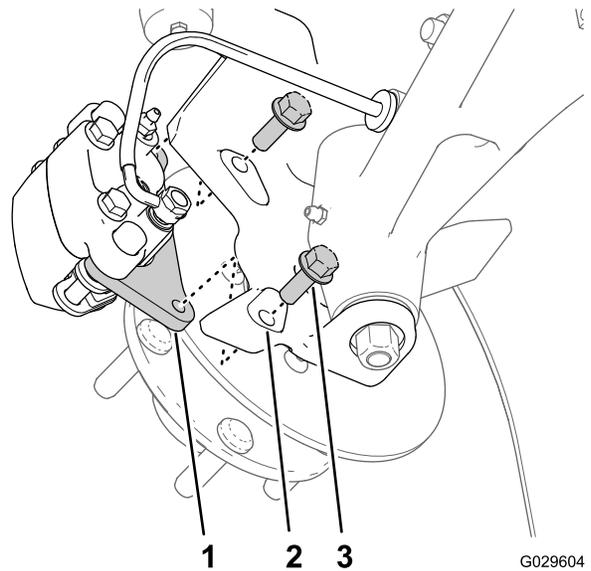
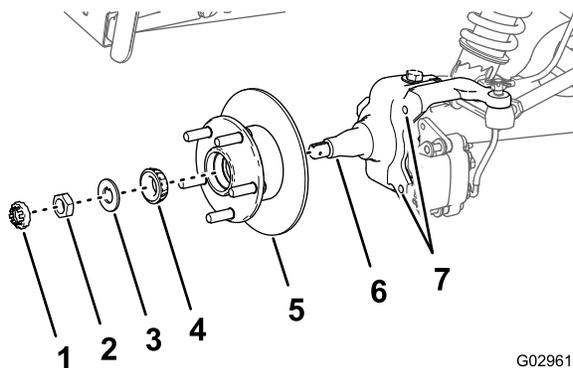

Figure 28
Figure 32
3. Retirez les 2 boulons à embase (3/8 x 1 po) qui fixent le support du frein à la fusée et séparez le frein de la fusée (Figure 28).
- Appliquez une fine couche de la graisse spécifiée sur la fusée (Figure 32).
- Montez le moyeu et le rotor sur la fusée en plaçant le rotor à l'intérieur (Figure 32).
- Montez le roulement extérieur sur la fusée et poussez le roulement contre la bague (Figure 32).
- Montez la rondelle-frein à languette sur la fusée (Figure 32).
- Vissez l'écrou de fusée sur la fusée et serrez-le tout en tournant le moyeu (Figure 32).
2. Alignez les plaquettes de frein de chaque côté du rotor (Figure 28) et alignez également les trous dans le support d'étrier et les de fixation du frein sur le porte-fusée (Figure 32).
3. Fixez le support d'étrier au porte-fusée (Figure 28) à l'aide de 2 boulons à embase (3/8 x 1 po) serrés à un couple de 47 à 54 N·cm.